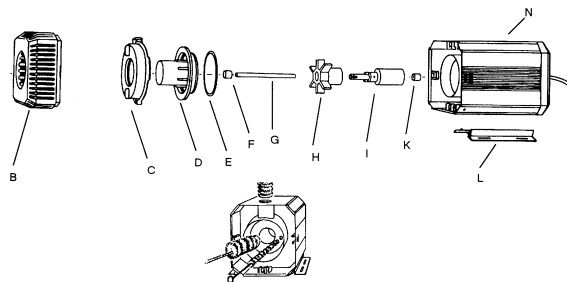

Abb. H-2: Pumpe reinigen
- Graues Pumpengitter (B) durch seitlich leichtes Zusammen-drücken aus der Arretierung lösen und abziehen.
- Pumpendeckel (C) entriegeln und Pumpenteile gemäß Abb. H-2 herausnehmen.
- Pumpe wie in Abb. H-2 gezeigt mit Reinigungsbürste oder ähnlichem säubern.